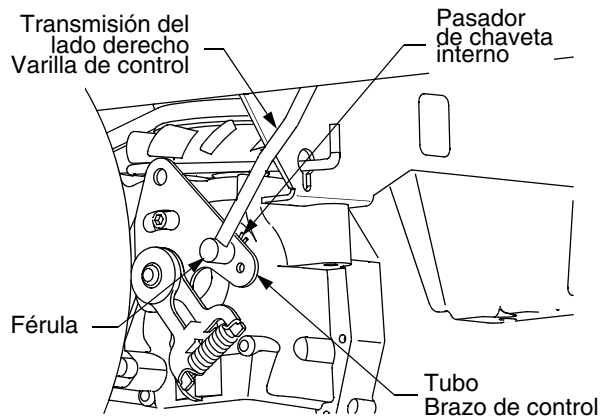

Figura 31
- Si solamente gira una rueda, ubique la varilla de control de transmisión debajo del marco, adelante del neumático trasero. Si las dos ruedas rotan, ubique las dos varillas de control. Vea Figura 31.